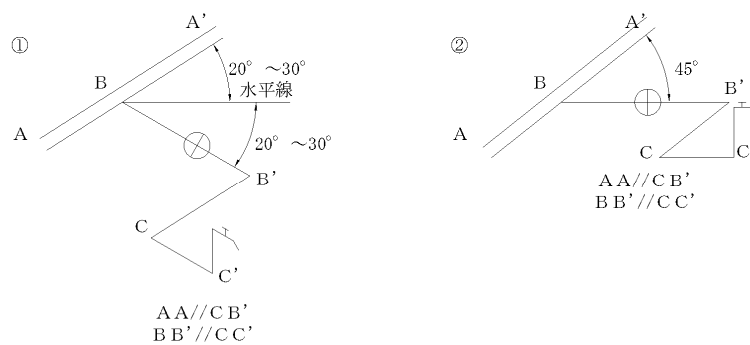

図 5.1.3 立面図例
- 4) 立面図は、配管を明瞭とし、図 5.1.3を参考に作成すること。